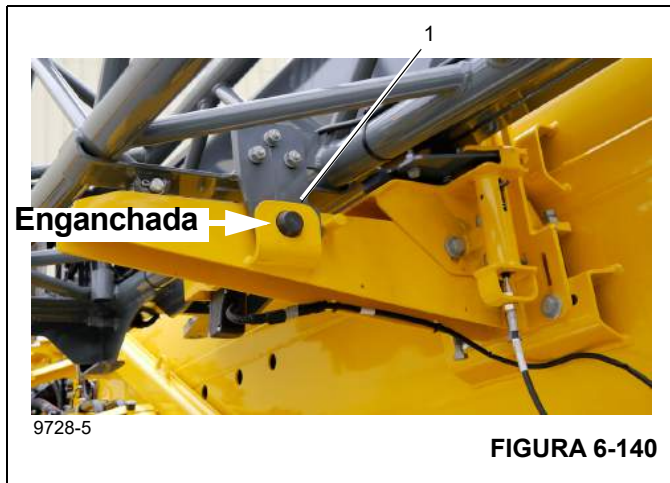

FIGURA 6-140
14. Verifique que el pasador n.º 1 (1), (Figura 6-140), esté enganchado.